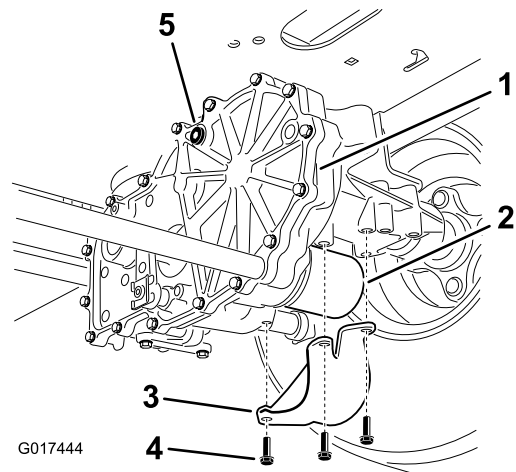

Figure 62
4. Localisez le filtre et les protections sur chaque transmission à boîte-pont (Figure 62).
5. Retirez les 3 vis qui fixent la protection du filtre et déposez la protection (Figure 62).